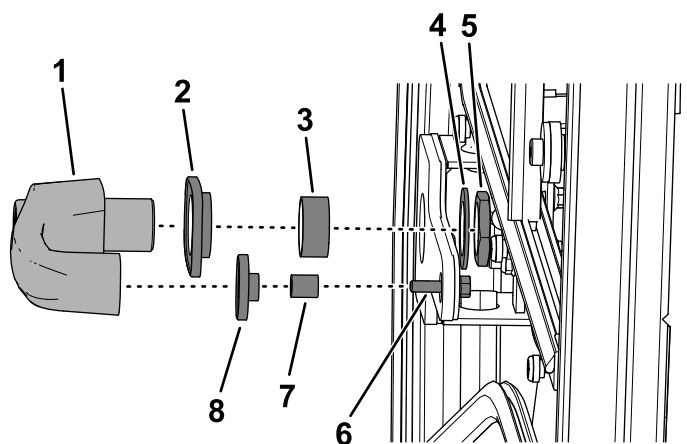

Figura 2
3. Retire a porca de montagem, anilha, parafuso de cabeça flangeada (6 x 25 mm), dois espaçadores e dois olhais do manípulo da porta e retire o manípulo da porta (Figura 2).